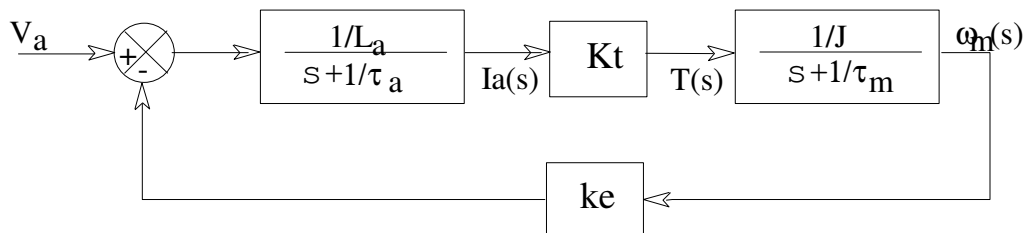

Figura 4 - Diagrama de Blocos do Motor cc
- 11) Monte o diagrama em blocos mostrado na figura 4. ($\tau_a = \frac{L_a}{R_a}$ e $\tau_m = \frac{J}{B}$)